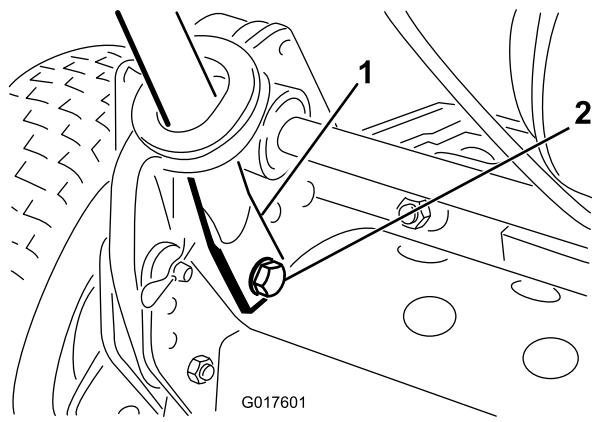

Bild 3
5. Befestigen Sie die Holmenden mit den vorher entfernten Schrauben, Scheiben und Sicherungsscheiben an den Befestigungsstiften (Bild 3).
6. Befestigen Sie die Holmarme mit den vorher entfernten Splints und Ringstiften hinten am Rahmen (Bild 3).
4. Drücken Sie die Holmenden nach innen und bauen Sie sie in die Befestigungsstifte ein (Bild 3).